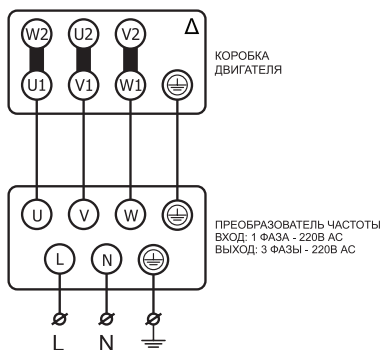

Рисунок 3
12.3 Допускается вентиляторы с двигателями на номинальное напряжение  $\Delta/Y$  220/380В подключать к однофазной сети с переменным напряжением 220В только через однофазный преобразователь частоты с выходом три фазы по 220В переменного тока, предварительно переключив схему соединения обмоток двигателя в треугольник  $\Delta$  220В (см. рисунок 3), в противном случае двигатель может выйти из строя.